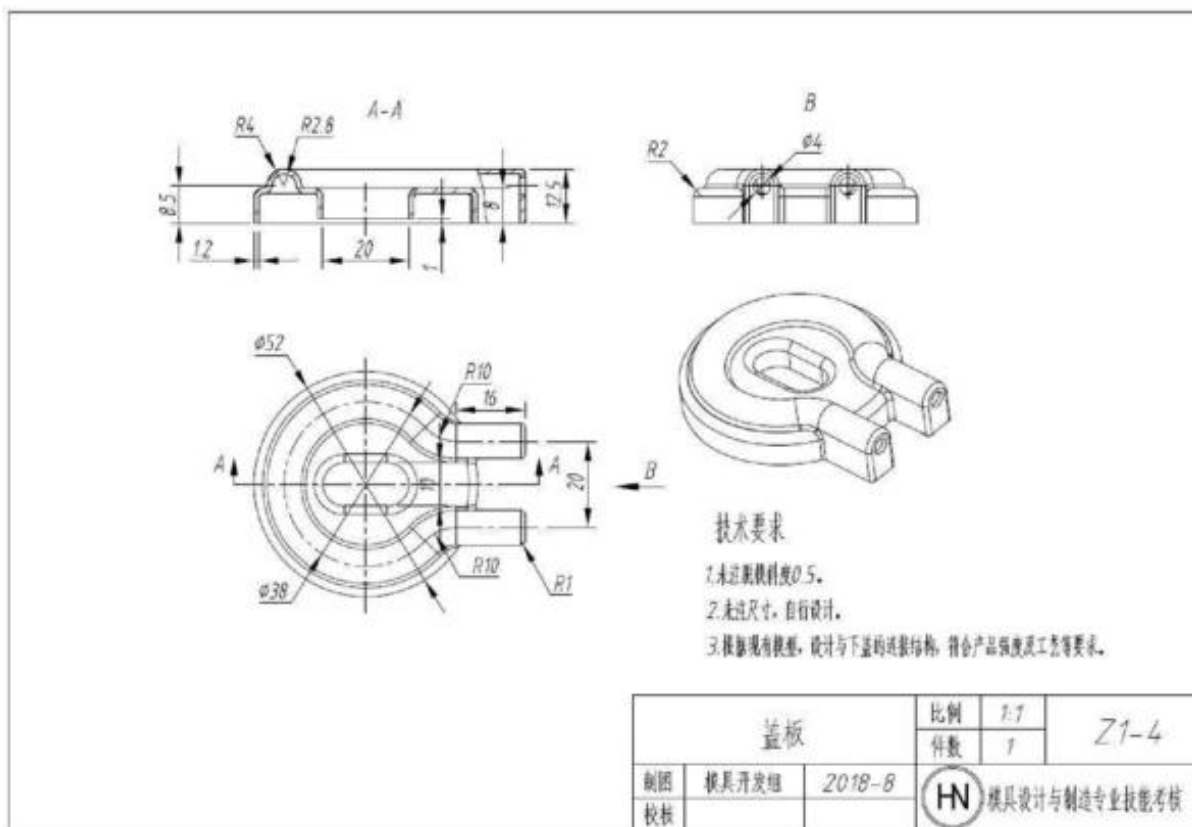

图 Z1-4 盖板
按照图 Z1-4 的要求，对盖板进行产品造型、结构与 3D 打印。
(1) 在 F 盘下建立考生文件夹，文件夹名称为“场次-工位号-3DDY”，产品设计与 3D 打印的结果文件均保存于此文件夹中，否则计零分；
(2) 根据图 Z1-4，使用 CAD 软件完成产品的三维建模；
(3) 进行产品改进设计：设计与下盖的连接结构，在合适部位设计凸起的“3D 打印”文字标志，并使产品符合强度及工艺性等要求。设计的产品模型以文件名“Z1-4”保存在考生文件夹中；
(4) 将产品三维模型转换为 3D 打印机可识别的格式，保存在考生文件夹中；
(5) 正确载入模型，调整到最佳位置；
(6) 合理设置与调整打印参数，充分考虑材料的利用率；
(7) 正确操作 3D 打印机，完成模型打印；
(8) 对打印的零件进行后处理（含去支撑、粘接等），不能对产品零有损伤；
(9) 产品材料：ABS。